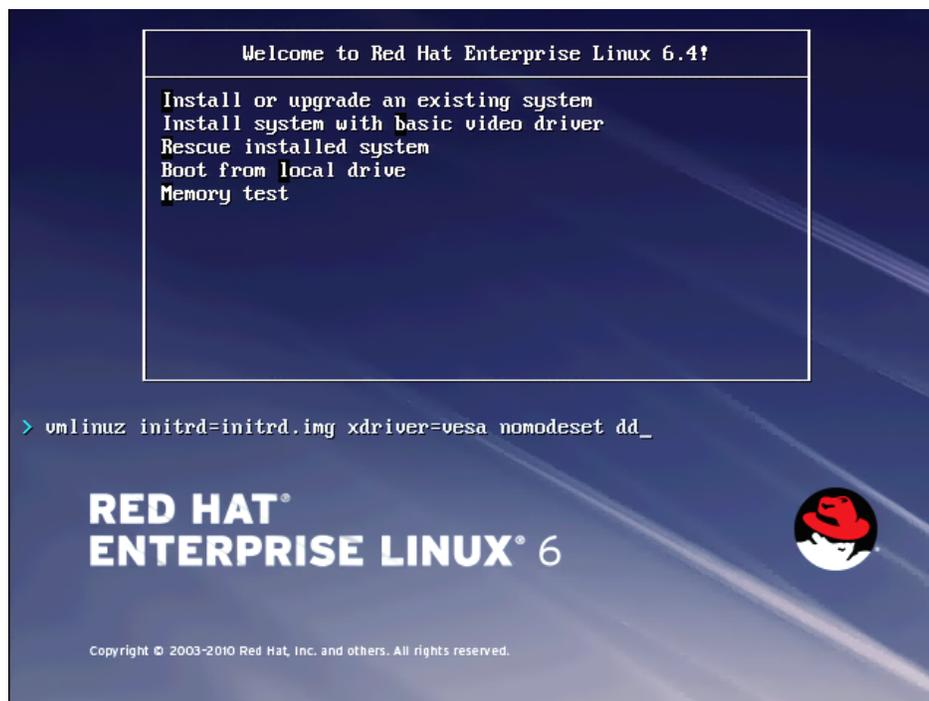

Abbildung 14-24. Hinzufügen der dd-Option
- b. Fügen Sie die Option `dd` zu der Boot-Befehlszeile hinzu, wie in Abbildung 14-24 beschrieben.